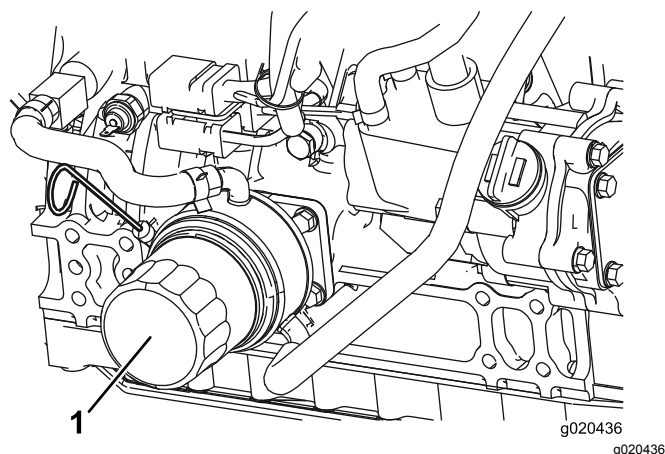

Figure 75
2. Déposez le filtre à huile (Figure 75). Appliquez une fine couche d'huile propre sur le joint du filtre de rechange avant de le visser en place. **Ne serrez pas excessivement.**